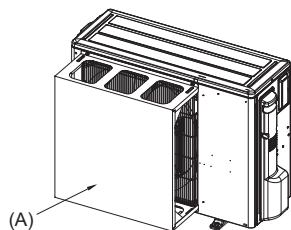
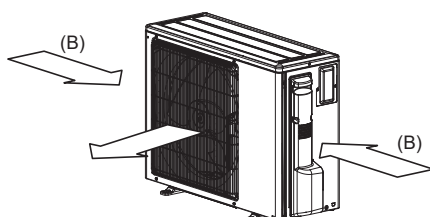

Fig. 2-5
Fig. 2-6
- (2) Si la unidad está situada en un lugar expuesto a vientos fuertes (como huracanes, etc.) que puedan entrar en la salida de aire, coloque una guía de protección de aire opcional. (Fig. 2-5)
- (A) Guía de protección del aire
- (3) Coloque la unidad de manera que la salida de aire sople en dirección perpendicular a la dirección estacional del viento, si la conoce. (Fig. 2-6)
- (B) Dirección del viento